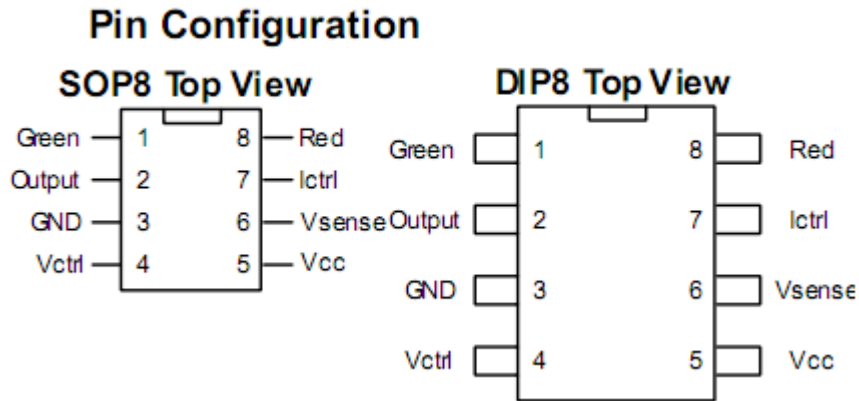

图 1
1、Slunar 第一点提到“首样不工作”。Slunar 对比的是最早版本和改版后的规格书。最早版本的规格书发给客户后，一些客户愿意使用芯片的封装脚位，而另外一大部分客户要求对芯片的封装脚位进行更改，因此便出现改版后的规格书，最后为了满足大多数客户的需求，封装脚位确定为下图（图 1 所示），并且现在芯片已经进入量产，欢迎客户继续采用思旺芯片。给客户带来的不便还请谅解。同时为了避免这样的事情再次发生，我们要求代理商在给客户送样品时，必须附上最新版本的规格书。